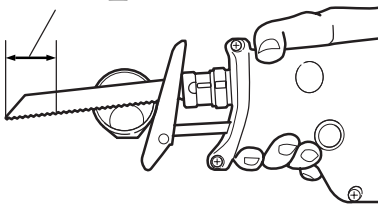
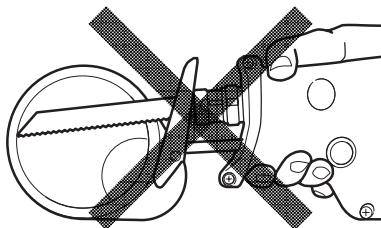

図 17
図 18
- この刃の長さは、図17、19に示すようにストローク量を差し引いたこの刃のベースから飛び出し長さが、切断材料より十分大きくなるように選んでください。この刃の切断能力以上の太いパイプや大きい木材などを切断しようと、この刃先端がパイプ内壁または木材に当たるとこの刃を折損する恐れがあります。(図18、20)